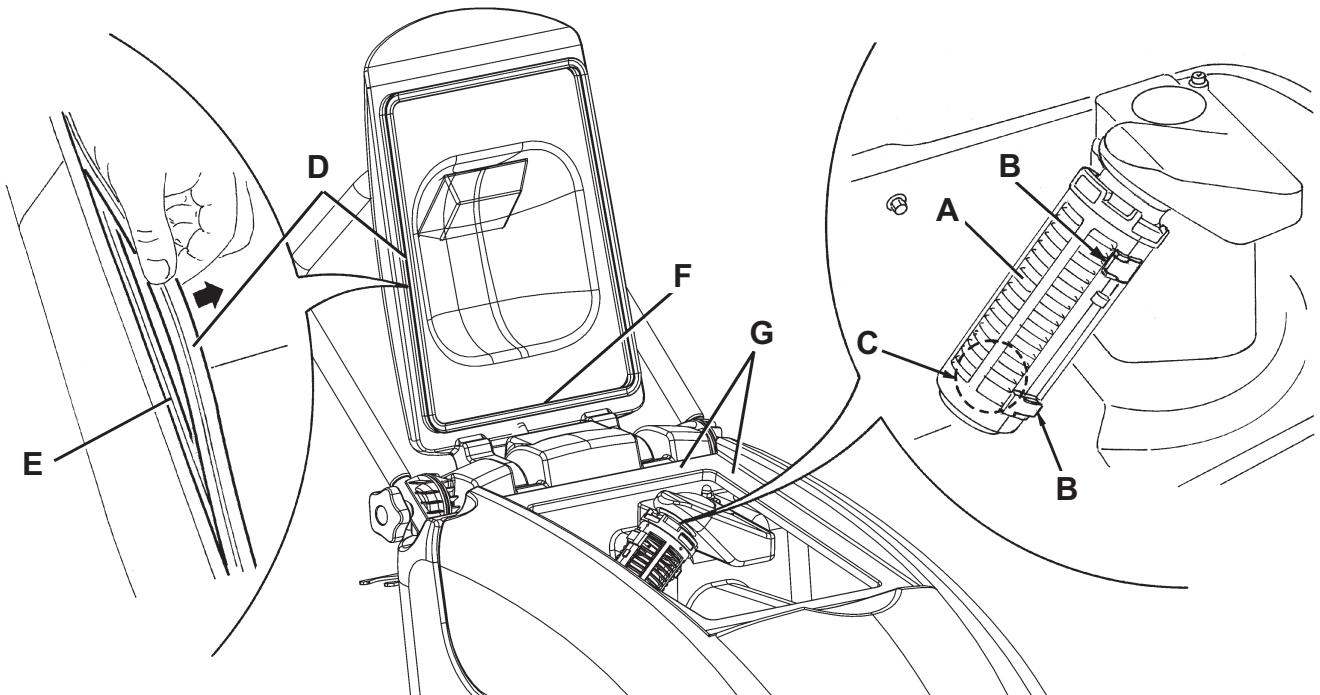

Abbildung 7
3. Den Deckel (6) öffnen und mit Frischwasser den Deckel, die Tanks (31 und 32) und das Ansauggitter (46) reinigen und waschen. Das Wasser aus den Tanks durch das Ansaugrohr (16) und das Ventil (18) ablassen.
4. Falls nötig, die Befestiger (B, Abb. 7) lösen, das Gitter (A) öffnen und den Schwimmer (C) entfernen, dann sie aufmerksam reinigen und wieder einbauen.
5. Auf die Unversehrtheit der Deckeldichtung (D) des Sammelwassertanks prüfen.